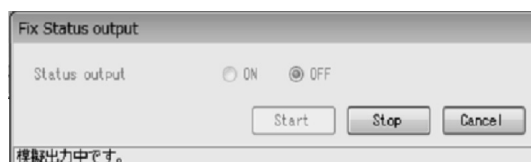

図137
- ④ 「OK」 ボタンをクリックすると、設定した模擬出力状態が出力されます。この模擬出力中は図137のように、ウィンドウ下部に“模擬出力中です。”というメッセージが表示されます。